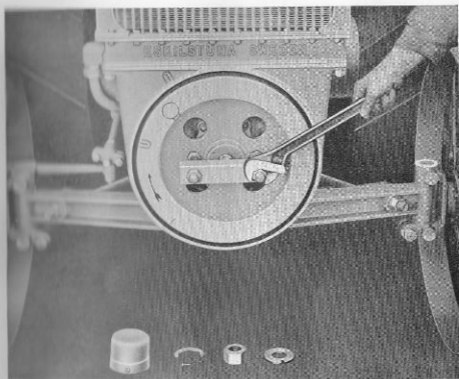

Fig. 33.
5. Skruva bort främre svänghjulet (se fig. 33).